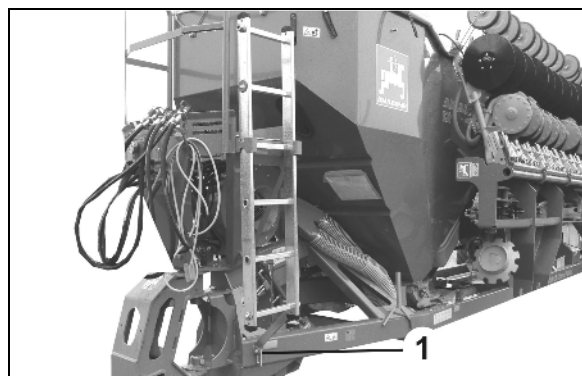

Bild 105
4. Lyft upp stegen och spärra den (Bild 105/1).